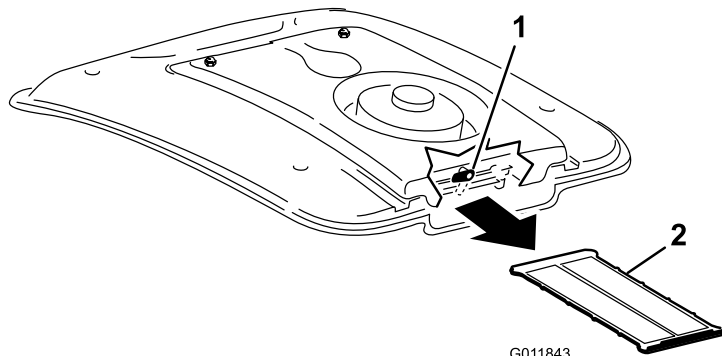

図 90
2. ファンマウントの後部についているラッチを上に戻して横向きにする(図 90)。
3. エアコンコイルからスクリーンを引き出す(図 90)。
4. スクリーンを圧縮空気ですていねいに洗浄する(図 90)。